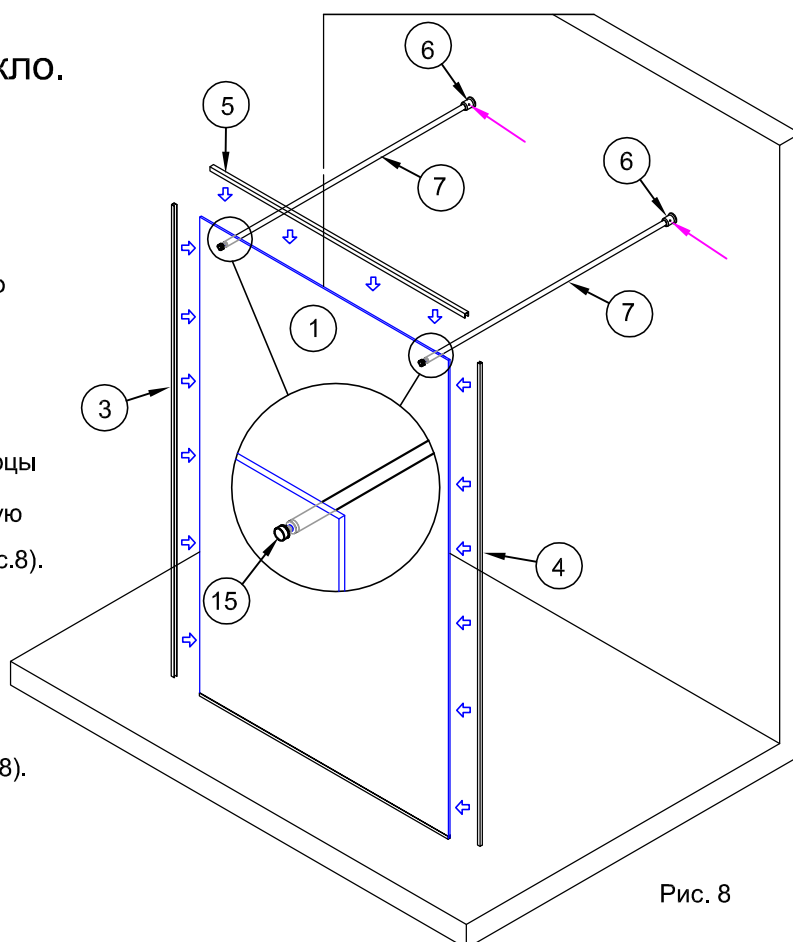

Рис. 8
3.2. Вставить штанги шпильками с прокладками №14 в отверстия на стекле панели (рис.8).
3.6. Собранные штанги вставить выступающими концами шпилек в отверстия стекла. Другие концы штанг завести в держатели штанга-стена №6. Снаружи на шпильки одеть вторые прокладки №14 и зафиксировать штанги на стекле заглушками №15 (рис.8).
Выровнять вертикальное положение стекла панели. Зафиксировать положение штанг в креплениях №6, закрутив винты на креплениях шестигранным ключом (рис.8).
4.1. В середину профилей №3, №4 и №5 нанести силиконовый герметик. Количество герметика должно быть рассчитано на заполнение всех щелей между профилями и стеклом. (рис.8)
4.2. Установить профили №3 и №4 на боковые торцы стеклянной панели. Нижние торцы профилей вплотную к профилю №2 на полу. Лишний силикон удалить (рис.8).
4.3. Установить профиль №5 на верхний торец стеклянной панели. Торцы профиля №5 вплотную к профилям №3 и №4. Лишний силикон удалить (рис.8).